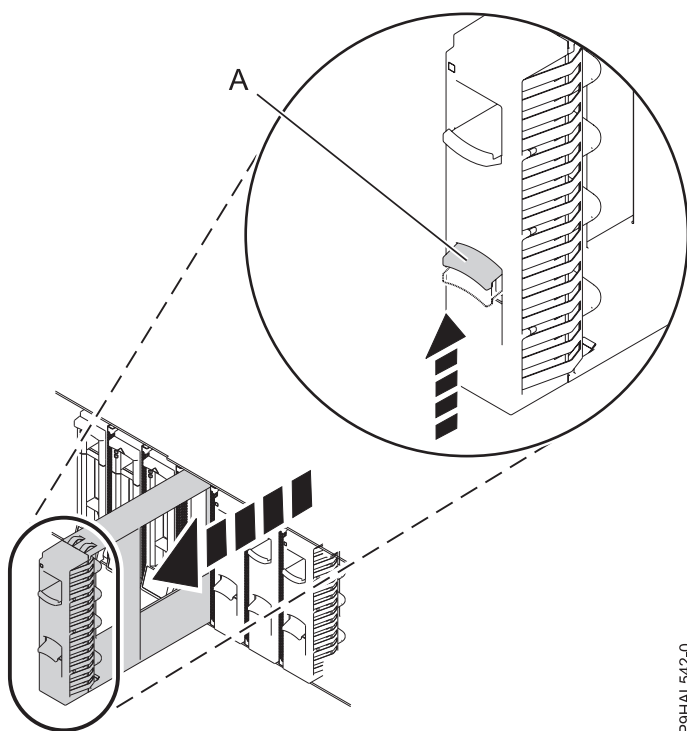

Figura 3. Extracción de los paneles de relleno DASD
3. Extraiga los paneles de relleno del dispositivo de almacenamiento de acceso directo (DASD) tal como se muestra en la Figura 3.